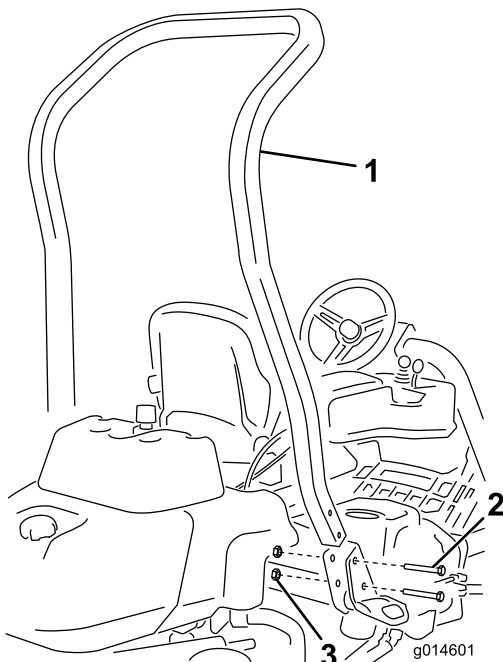

Figura 3
3. Instale la barra antivuelco en los alojamientos laterales de la máquina usando 4 pernos ($\frac{1}{2}$ " x $3\frac{3}{4}$ ") y 4 tuercas con arandela prensada ($\frac{1}{2}$ ") (Figura 3).